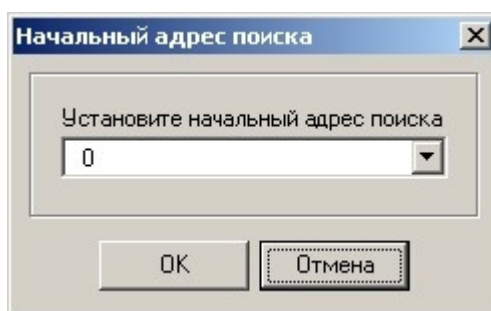

Рис. 3
3. При необходимости установить начальный адрес поиска в диалоговом окне «Начальный адрес поиска» (Рис.3)